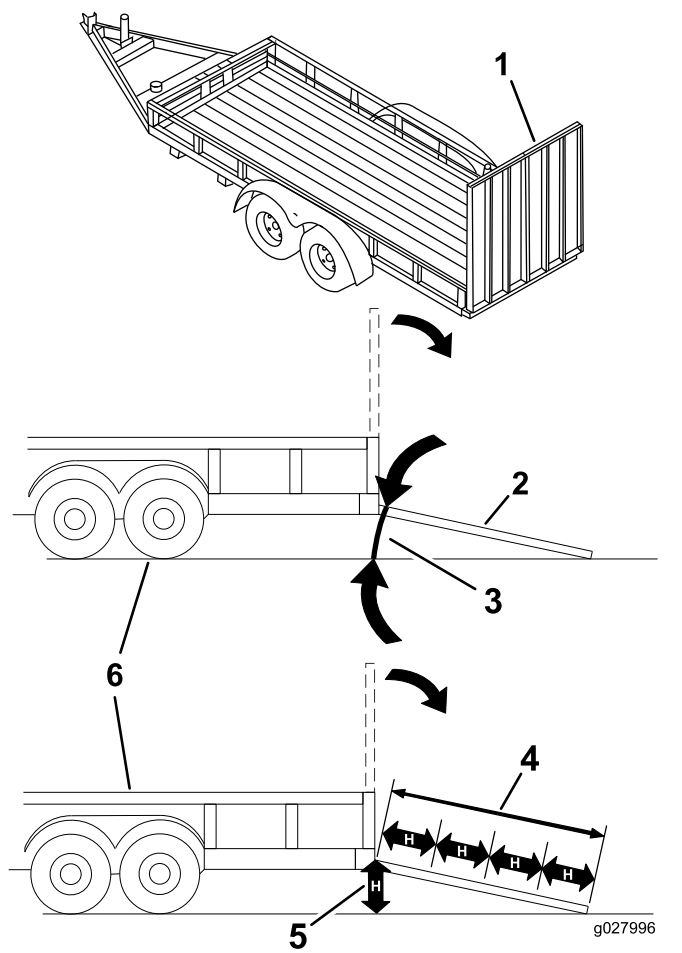

Figura 35
Încărcarea unei mainii pe o remorcă sau un camion crește riscul de răsturnare i poate cauza răni grave sau moartea (**Figura 35**).
3. Coborâi rampa, asigurându-vă că unghiul dintre rampă i sol nu depăește 15 grade (Figura 35).
1. Coborâi rampa, asigurându-vă că unghiul dintre rampă i sol nu depăește 15 grade (Figura 35).